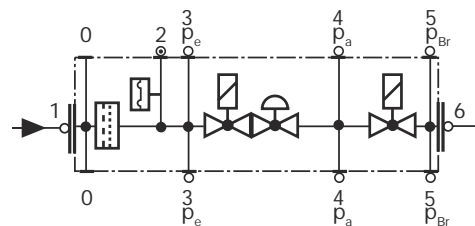

Fig. 25
- Pulire o sostituire il filtro se la differenza di pressione fra i punti 1 e 3 (Fig. 25) è  $\Delta p > 10$  mbar.
- Pulire o sostituire il filtro se la differenza di pressione fra i punti 1 e 3 (Fig. 25) risulta raddoppiata dall'ultimo controllo.